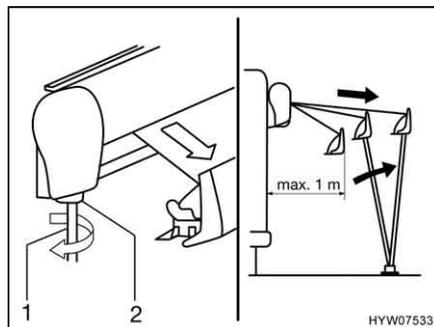

Fig. 8 Extraer el toldillo
- Introducir la manivela (Fig. 8,1) en el enganche de bayoneta (Fig. 8,2) del toldillo y girar en sentido contrario a las agujas del reloj. Tras un par de giros comienza la extracción del toldillo.